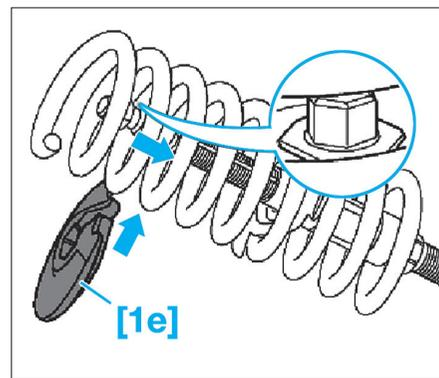

Fig. 45
- Positionner la coupelle de ressort supérieure [1e] de côté dans le ressort hélicoïdal et la tourner jusqu'à la spire la plus haute (Fig.45).